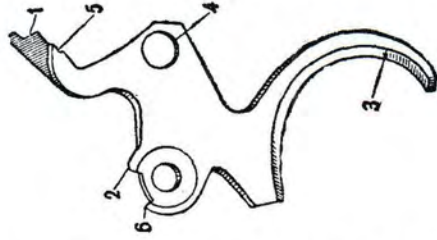

Рис. 14. Спусковой крючок:
15. Спусковой крючок (рис. 14) служит для взведения курка, для удержания его на боевом взводе и спуска с боевого взвода, для поднимания и опускания ползуна и собачки, для удержания барабана от поворота вправо при взведенном курке и для отодвигания барабана после выстрела; он вращается на оси, укрепленной в нижней стенке рамки.